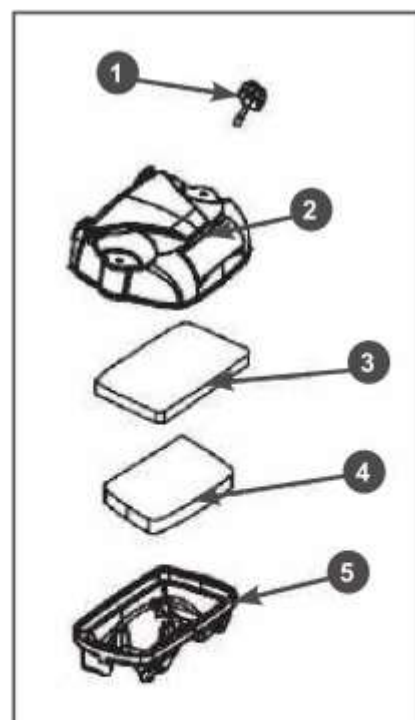

Рис. 5 Конструкция воздушного фильтра
1. Открутите винты 1 и снимите крышку 2 воздушного фильтра (Рис. 5).
2. Извлеките из корпуса фильтрующие элементы 3,4 (Рис. 5).
5. Очистите от загрязнений крышку 2 и опору 5 воздушного фильтра (Рис. 5).